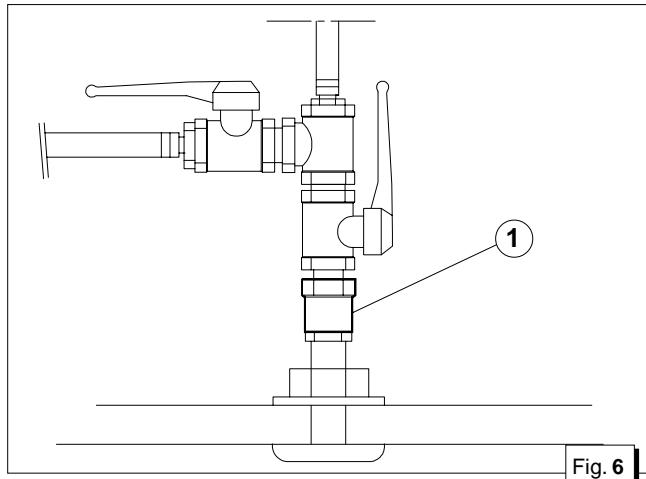

Fig. 6
Nel caso il gruppo venga installato ad un'altezza superiore ad 1 Mt. sopra la linea di galleggiamento, è necessario montare una valvola di non ritorno dopo la presa a mare (fig. 6 rif. 1) che impedisce lo svuotamento del circuito acqua a motore spento. In caso di svuotamento, durante l'avviamento si può danneggiare la girante della pompa acqua; per lo stesso motivo all'atto del primo avviamento del gruppo, è necessario provvedere al riempimento manuale del tubo di aspirazione dalla valvola alla pompa.
If the unit is installed more than 1 metre above the water-line, a check valve should be fitted after the sea intake (fig. 6, ref. 1) to prevent the water circuit emptying when the motor is off. If this empties, the rotor of the water pump might be damaged during start up; for the same reason, when the unit is first started up, the suction tube from the valve to the pump should be filled manually.
Si le groupe est installé à une hauteur supérieure à 1 mètre au dessus de la ligne de flottaison, il faut monter une soupape de non-retour après la prise en mer (figure 6, r  f. 1) qui empêche la vidange du circuit de l'eau lorsque le moteur est éteint. En cas de vidange, on peut endommager, durant le d  marrage, la roue de la pompe    eau; c'est la raison pour laquelle il faut remplir manuellement le tube d'aspiration de la soupape    la pompe lors du premier d  marrage du groupe.